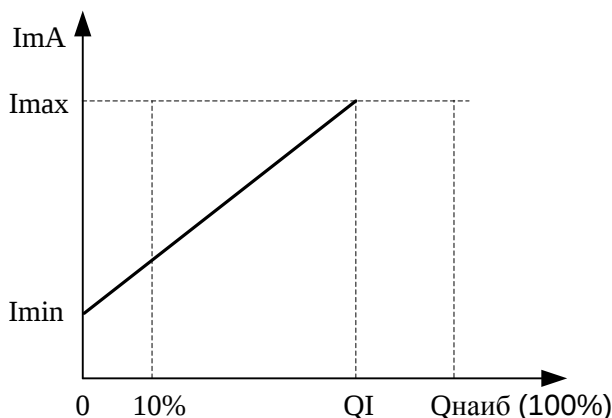

Рисунок 1
1.2.6 Расходомер имеет функцию масштабирования шкалы расхода по токовому выходу (см. рисунок 1). Верхний предел расхода QI по токовому выходу может быть установлен от 10 до 100 % от $Q_{наиб}$ (см. в таблице 1)